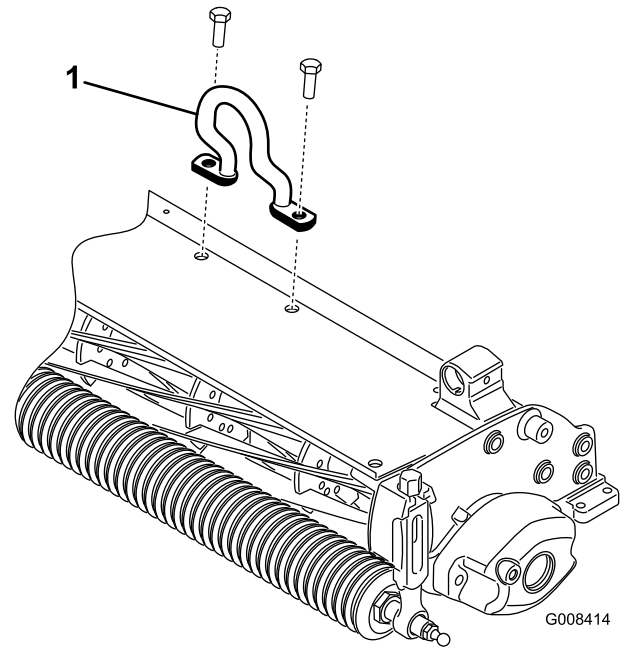

图 6
2. 用 2 颗平头螺丝将偏置链节 (图 6) 安装到切根滚刀组上方。